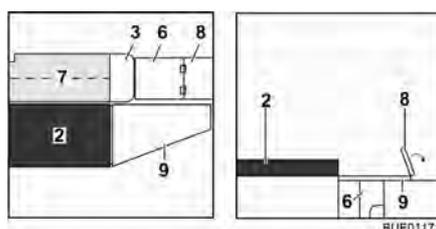

Fig. 122 Pendant la transformation
- Faire ressortir la rallonge du coffre de banquette (Fig. 122,6).
- Rabattre vers l'extérieur la rallonge du plateau d'assise (Fig. 122,8).
- Relever le coussin supplémentaire (Fig. 122,7) et le placer sur la table.
- Accrocher la rallonge latérale de lit (Fig. 122,9) dans les supports sur les banquettes.